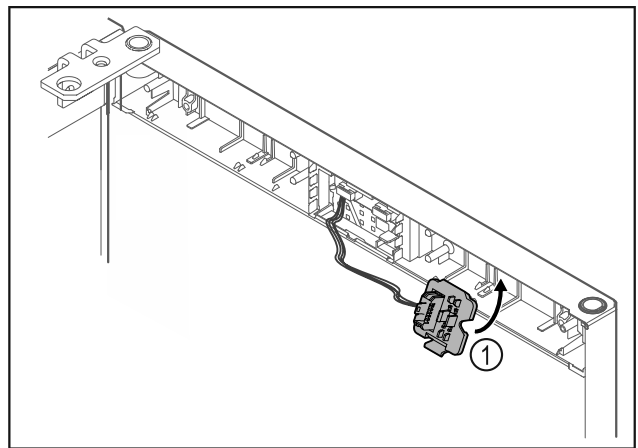

Fig. 18
- ▶ Reteszelve be a dugófoglalatot Fig. 18 (1) az ellenkező oldalon.